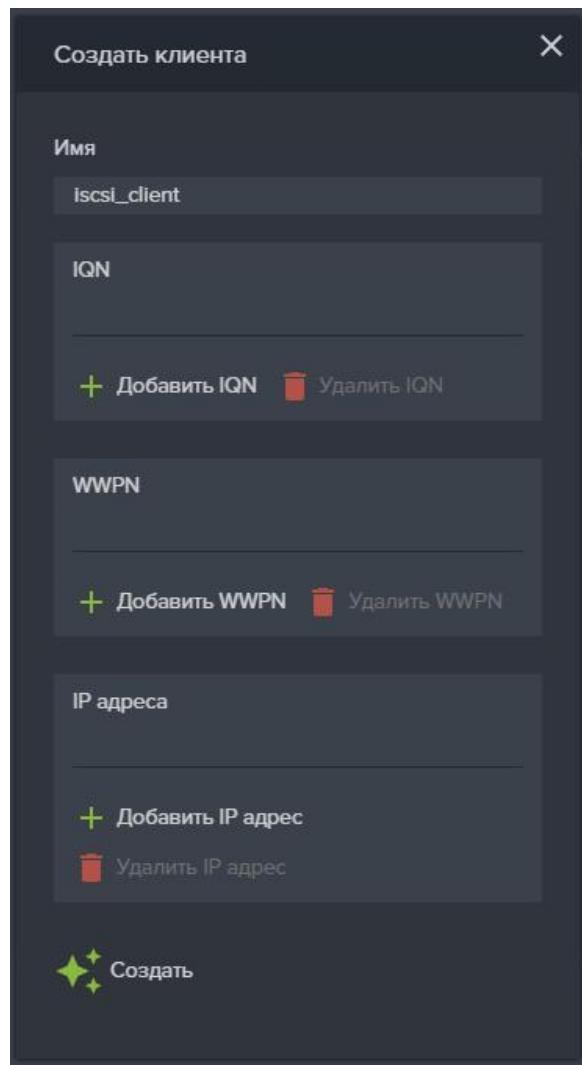

Рисунок 74 – Создать iSCSI клиента
5. В поле «Имя» введите имя создаваемого клиента (см. Рисунок 74).